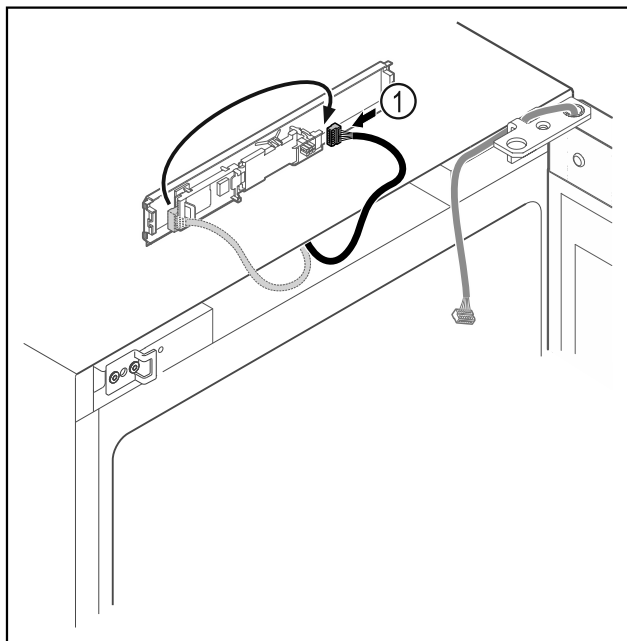

Fig. 11
► Brancher le connecteur Fig. 11 (1) de l'autre côté.